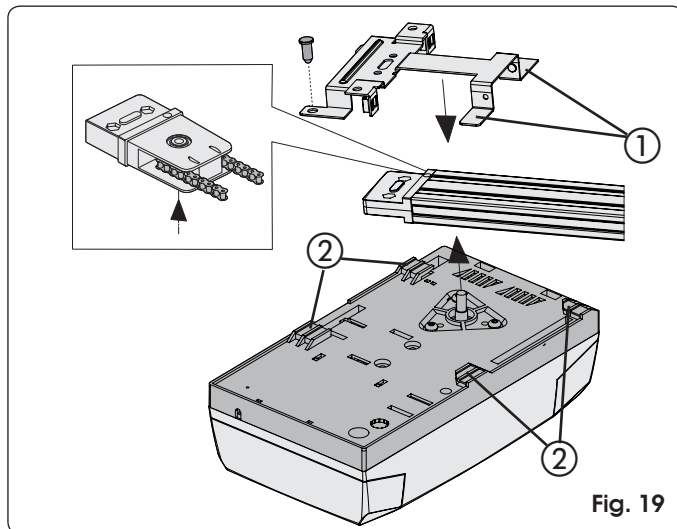
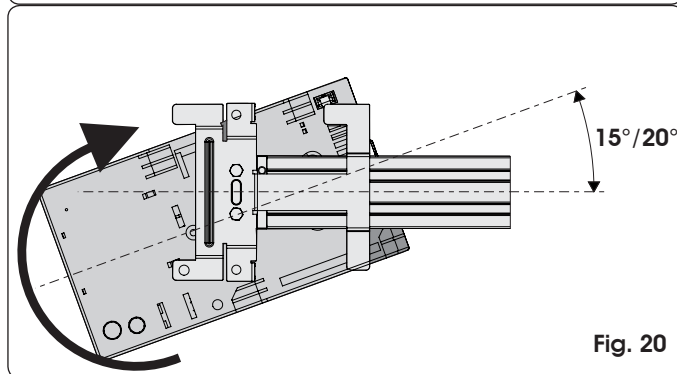
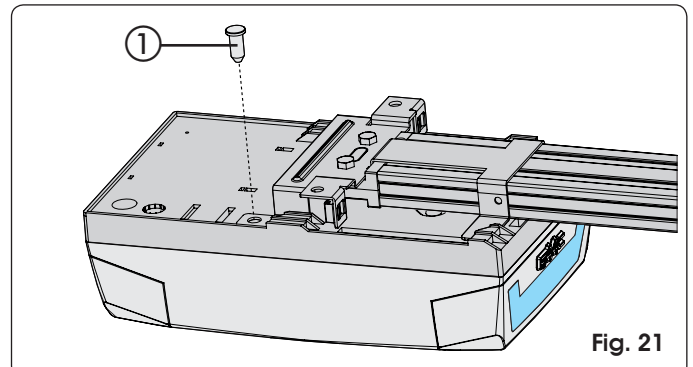

Fig. 19
Fig. 20
Fig. 21
- 1) En maintenant l'opérateur incliné de 15°/20° (Fig. 20), introduire l'arbre du motoréducteur dans l'embrayage de la patte d'attache postérieure du rail de guidage et approcher les ailettes (Fig. 19 ref. ①) des logements sur le fond de la base de l'opérateur (Fig. 19 ref. ②).
- 2) Tourner l'opérateur en sens horaire (Fig. 20) pour atteindre la position de la Fig. 21 et introduire la goupille dans le trou de la patte d'attache postérieure (Fig. 21 ref. ①).